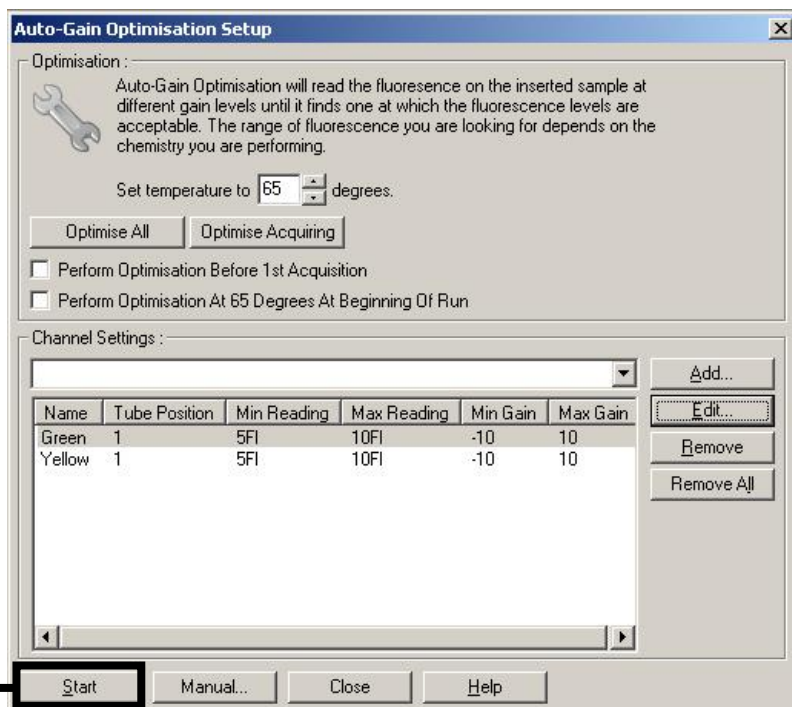

Рис. 3. Запуск оптимизации усиления.
3. Нажмите кнопку **Start** (Начать), чтобы начать оптимизацию усиления для первой тест-системы *artus* (рис. 3).